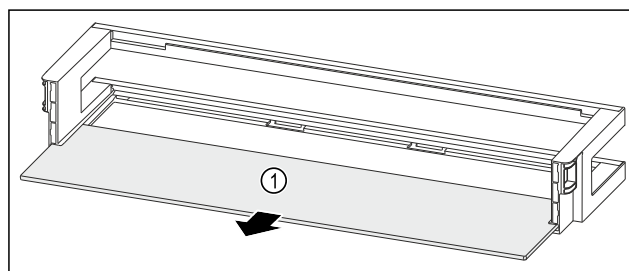

Fig. 95 Balconcino controporta con ripiano
- Rimuovere il ripiano Fig. 95 (1).